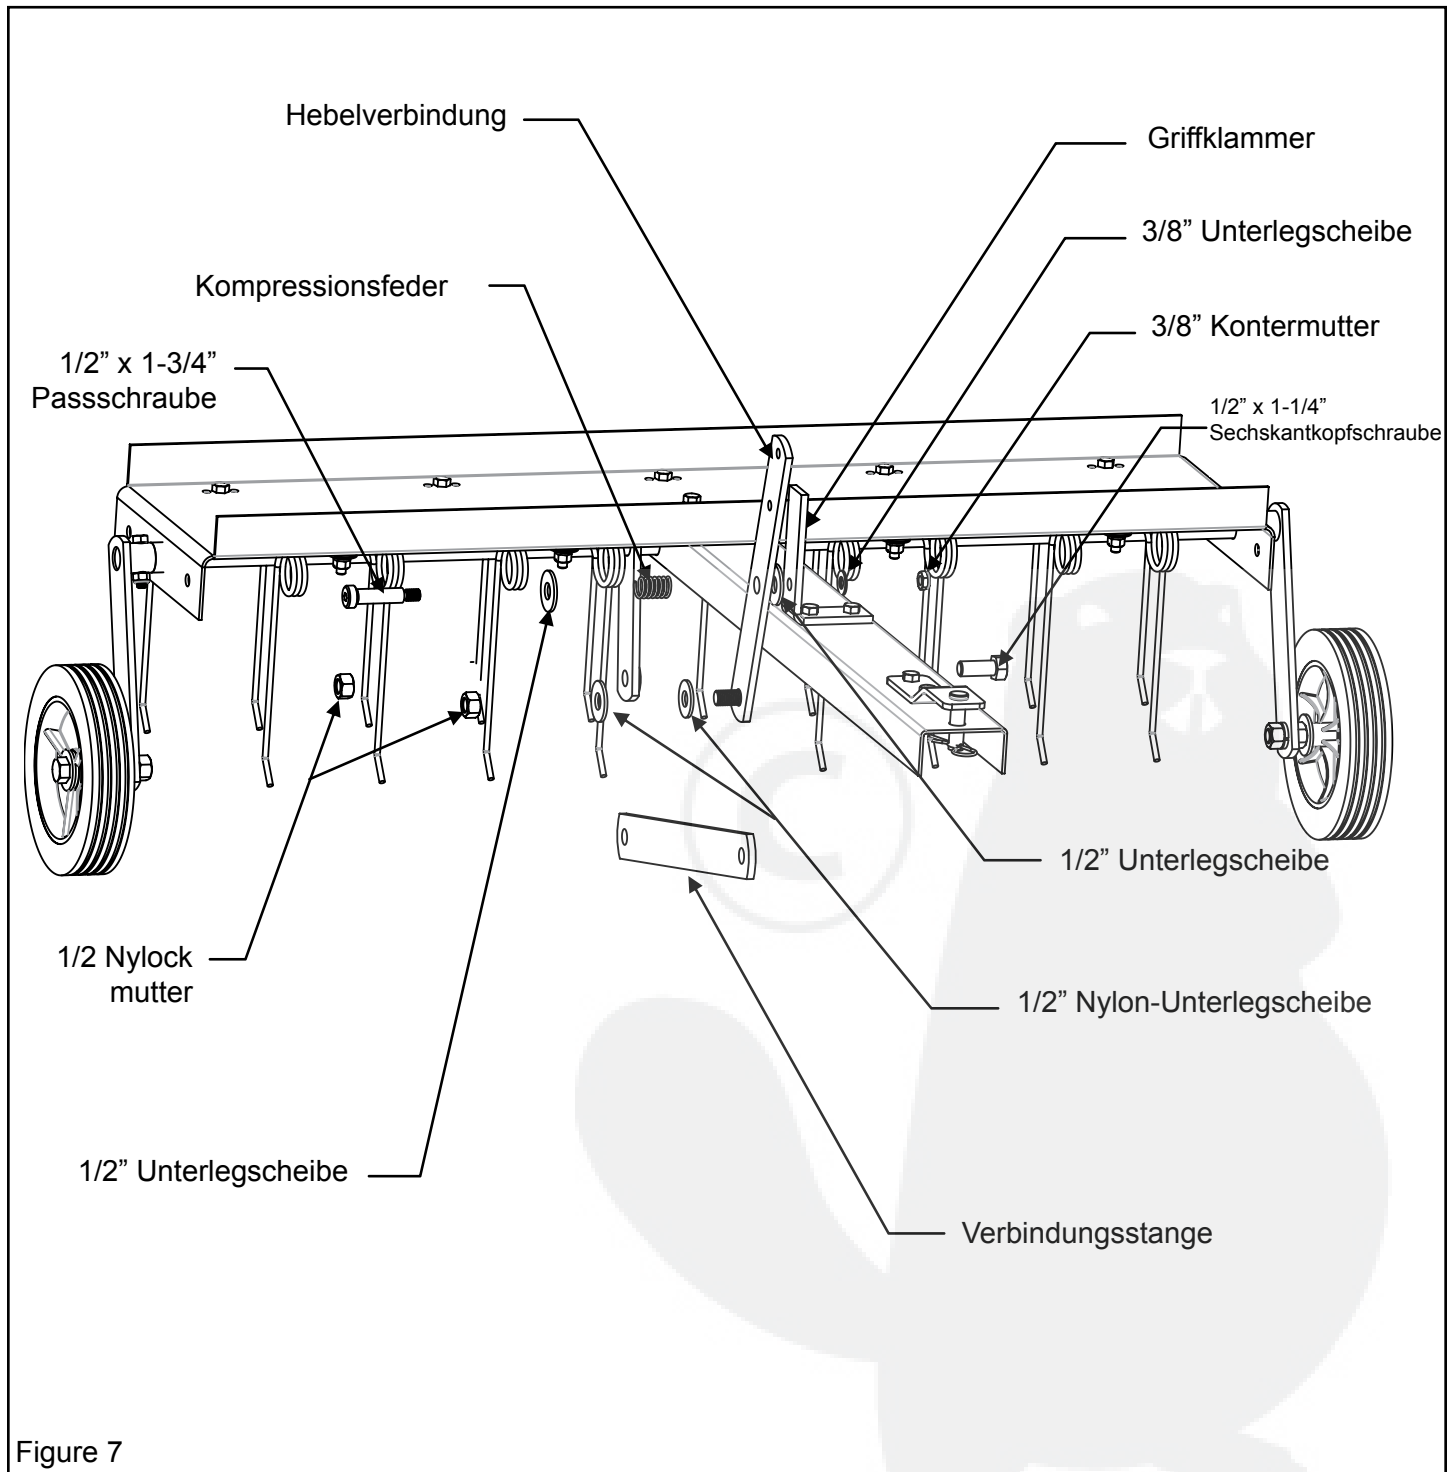

Figure 7
7. Lege Sie eine 1/2" Nylon-Unterlegscheibe auf den Gewindestift auf der Hebelverbindung, stecken Sie den Stift in eins der Löcher der Verbindungsstange und befestigen Sie ihn mit einer 1/2" Nylock-Mutter (Ziehen Sie die ganz straff fest und dann drehen Sie sie eine 1/2 Drehung wieder zurück). Stecken Sie eine 1/2" x 1-1/2" Sechskantkopfschraube in die Achsverbindung, legen Sie eine 1/2" Nylon-Unterlegscheibe auf die Schraube, stecken Sie die Schraube in das hintere Loch der Verbindungsstange und befestigen Sie sie mit einer 1/2" Nylock-Mutter. Stecken Sie die 1/2" x 1-3/4" Passschraube in eine 1/2" Unterlegscheibe, dann die Kompressionsfeder und eine weitere 1/2" Unterlegscheibe. Stecken Sie die Schraube in das größere mittlere Loch der Hebelverbindung, gefolgt von einer 1/2" Unterlegscheibe. Stecken Sie die Schraube in das eine Loch auf der vertikalen Position der Griffklammer und befestigen Sie sie mit einer 3/8" Kontermutter. Siehe Abbildung 7.